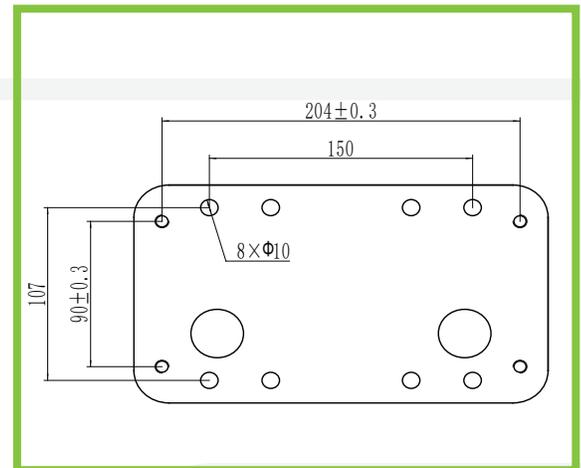

Fig. 3
- Ponga los ganchos en la plataforma de concreto (Distancia entre los ganchos como se muestra en la Fig. 3) antes de que este sea vertido.